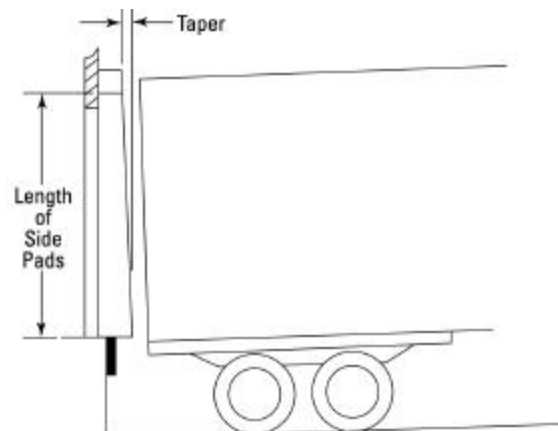

Fig 49
- Cuando la pista es empotrada y la pendiente de la misma es más del 2%, especifique un sello aguzado (Fig. 49). Por cada 1% de